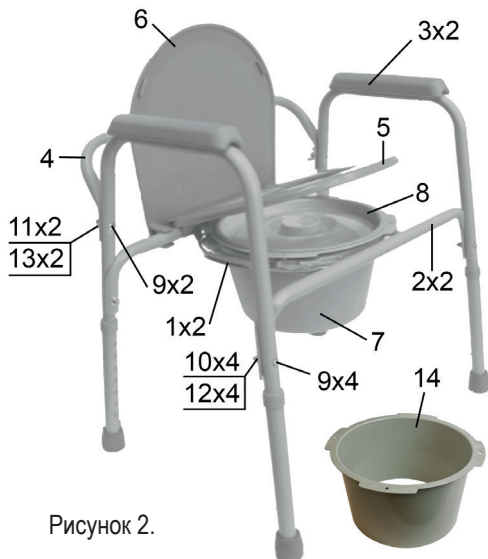

Рисунок 2.
**Соберите изделие** (Рисунок 2):
- соедините раму (в сборе) с боковинами (3) при помощи четырех винтов (9) с шайбами малыми (12) и четырех гаек глухих (10);
- прикрепите спинку (4) к боковинам (3) двумя винтами (9) с гайками «барашек» (11) и шайбами большими (13), используя отвертку с крестообразным наконечником;
- закрепите на опоре рамы сиденье (5) и крышку сиденья (6), для этого уложите сиденье горизонтально на раму, чтобы его крепление находилось на опоре рамы под спинкой, и нажмите на крепление сиденья до его фиксации (до щелчка), аналогично закрепите крышку сиденья;
- поверните в вертикальное положение крышку сиденья (6) и сиденье (5);
- установите в гнездо рамы приемник-резервуар (7) или тубус (14) так, чтобы опорные плечики и поворотная ручка приемника не препятствовали опусканию сиденья (8) до упора в раму;
- закройте приемник-резервуар крышкой (14).